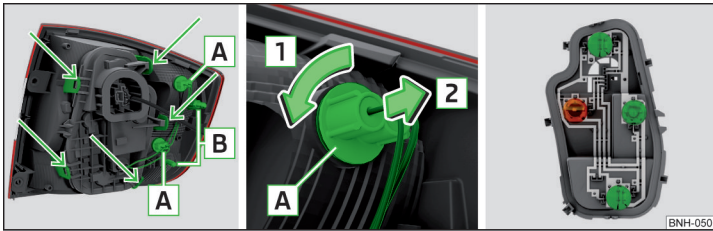

Abb. 180 Äußerer Teil der Leuchte / Innerer Teil der Leuchte
- › Die Leuchte mit den Zapfen **B** » Abb. 180 auf Seite 182 in die Aufnahmen **C** » Abb. 179 in der Karosserie einsetzen.
- › Die Lampenfassung **A** » Abb. 180 in Pfeilrichtung **1** drehen und in Pfeilrichtung **2** aus dem Leuchtengehäuse herausnehmen.
- › Den Lampenhalter in mit Pfeilen gekennzeichneten Bereichen entriegeln » Abb. 180 und den Lampenhalter aus der Leuchte herausnehmen.